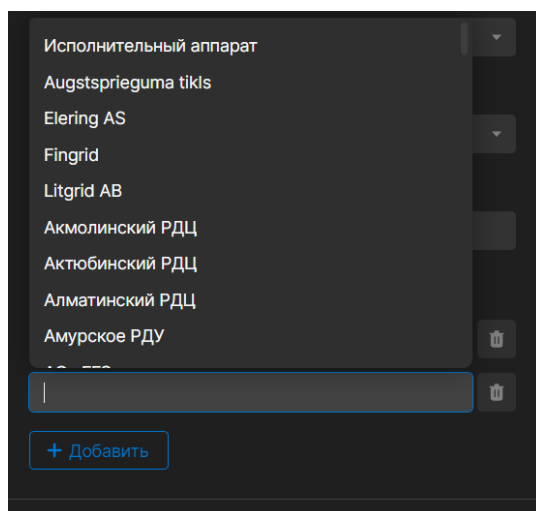

Рисунок 5.57 Поле для выбора ДЦ
2. В появившемся поле для указания диспетчерского центра с помощью поиска выбрать ДЦ (Рисунок 5.57). Вызвать контекстное меню ЛКМ, нажав на иконку «Права доступа» и выбрать требуемую роль для данного ДЦ «Редактирование» или «Просмотр».